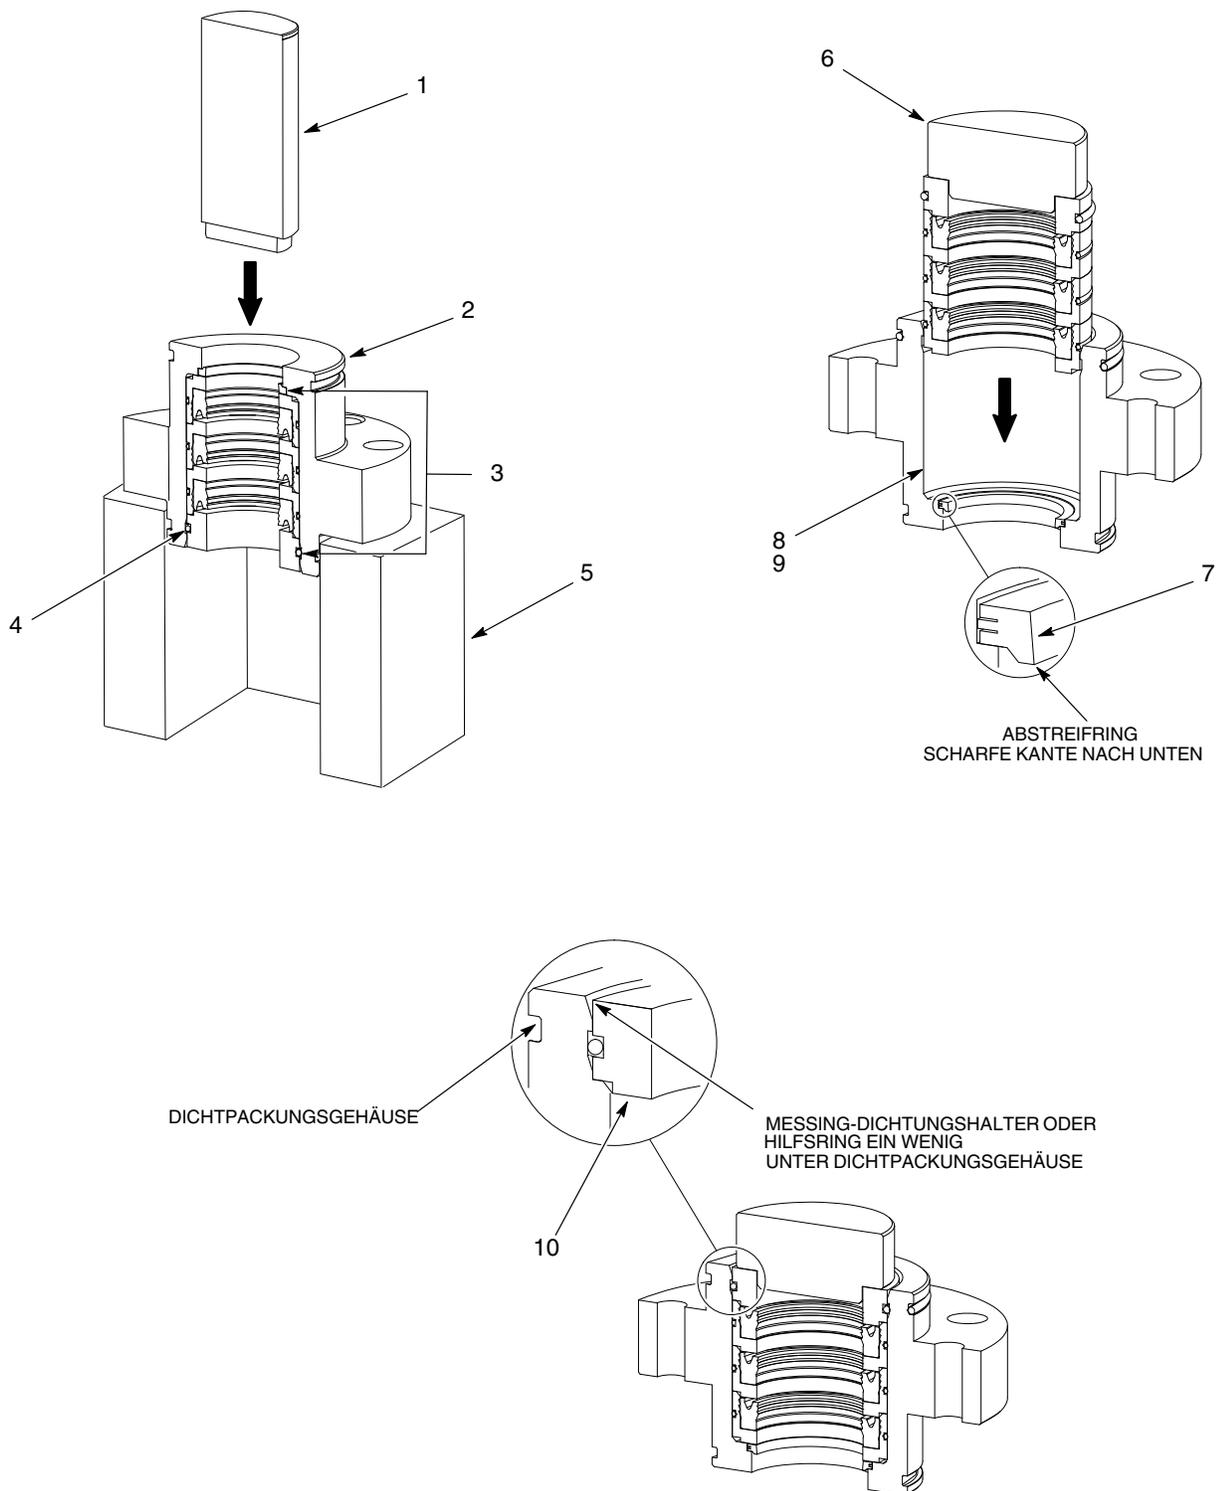

Abb. 7 Typisches Ersetzen der inneren Teile der Dichtpackung
1. Siehe Abb. 7. Das Dichtpackungsgehäuse (2) mit dem Spülkammerbecher nach oben auf einen Halter (5) setzen.